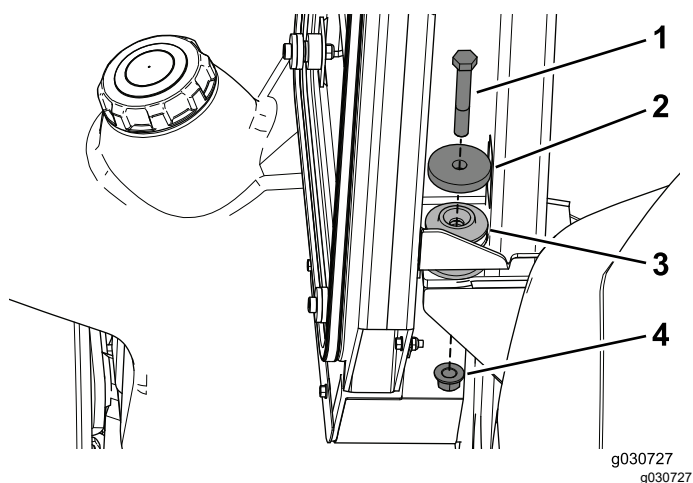

Figure 28
3. Utilisez un boulon ($\frac{1}{2}$ " x $3\frac{1}{4}$ "), une rondelle ($2\frac{1}{4}$ ") et un contre-écrou ($\frac{1}{2}$ ") pour fixer la cabine aux supports arrière sur la machine (Figure 28).